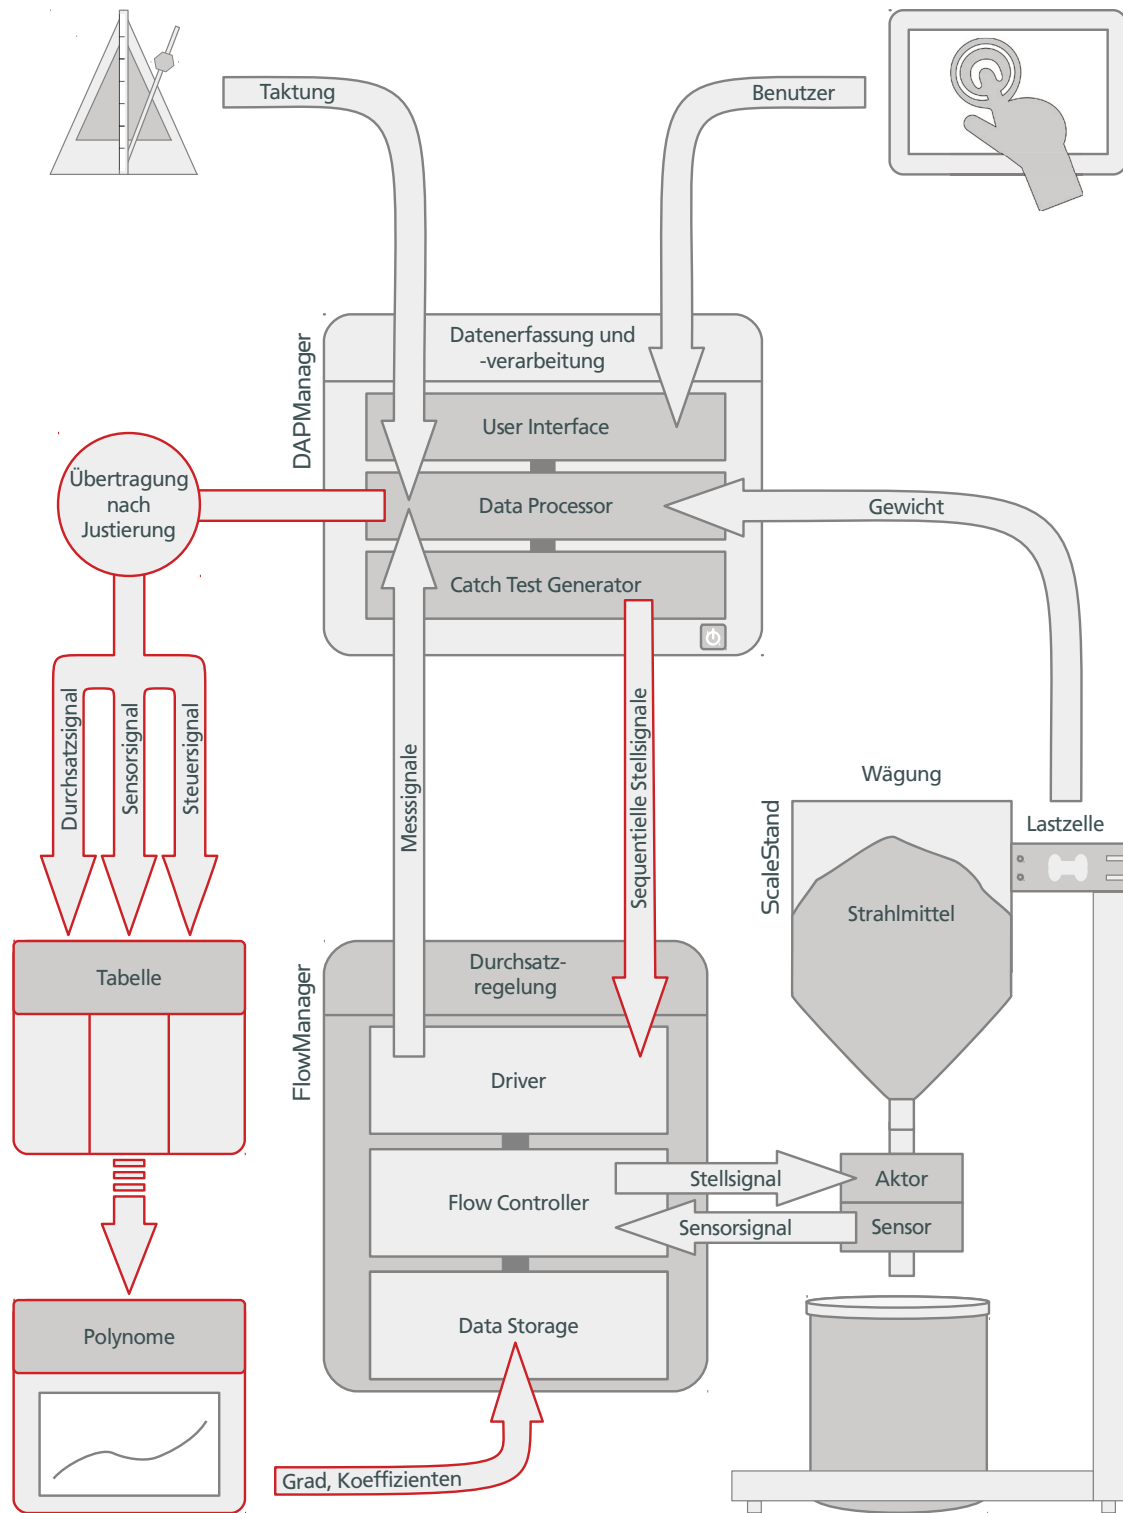

Abbildung 2: flux:on System im Justiermodus
- Justierung des Durchsatzregelsystems (Abbildung 2)